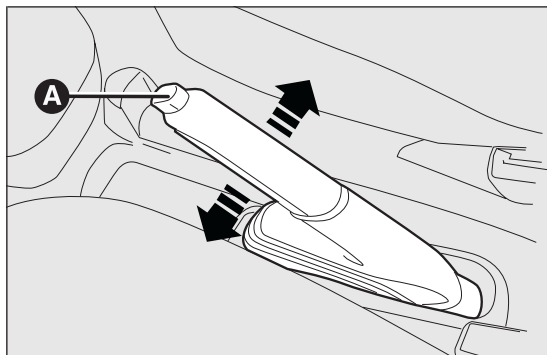

fig. 129
La leva del freno a mano fig. 129 è posta tra i sedili anteriori.
- sollevare leggermente la leva e premere il pulsante di sblocco A fig. 129;